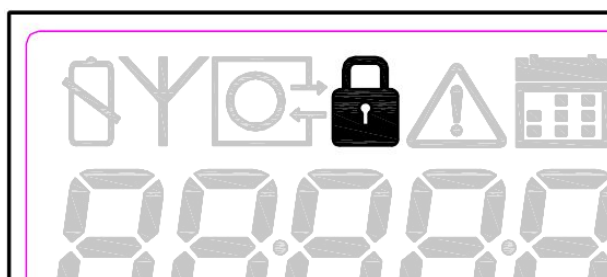

Рисунок 7
2.3.5 Появление на экране индикатора значка (рисунок 7):